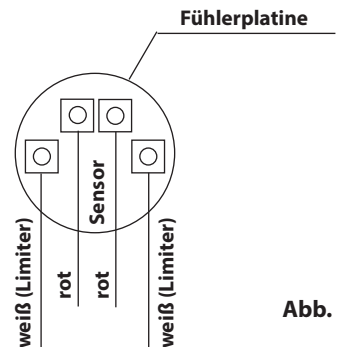

Abb. 9
4. Die Leitungen für den Temperaturföhler (rot) gemäß Abb. 9 an der Föhlerplatine anklennen: Die Föhlerplatine anschließend in das Gehäuse einrasten.